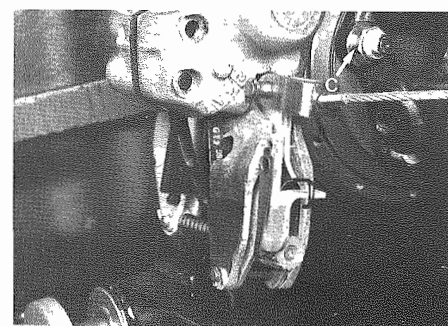

Fig. 10 - C - Dadi di fissaggio
- Smontare il semiasse dal differenziale: allentare i dadi di fissaggio C (**Fig. 10**). Estrarre il semiasse.
- Remove axle shaft from differential: loosen fixing nuts C (**Fig. 10**). Take out axle shaft.